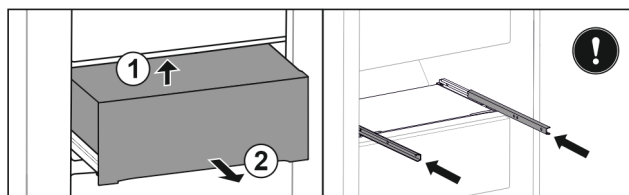

Fig. 43
- Nadzvedněte ji zdola zezadu Fig. 43 (1).
- Odeberte směrem dopředu Fig. 43 (2).